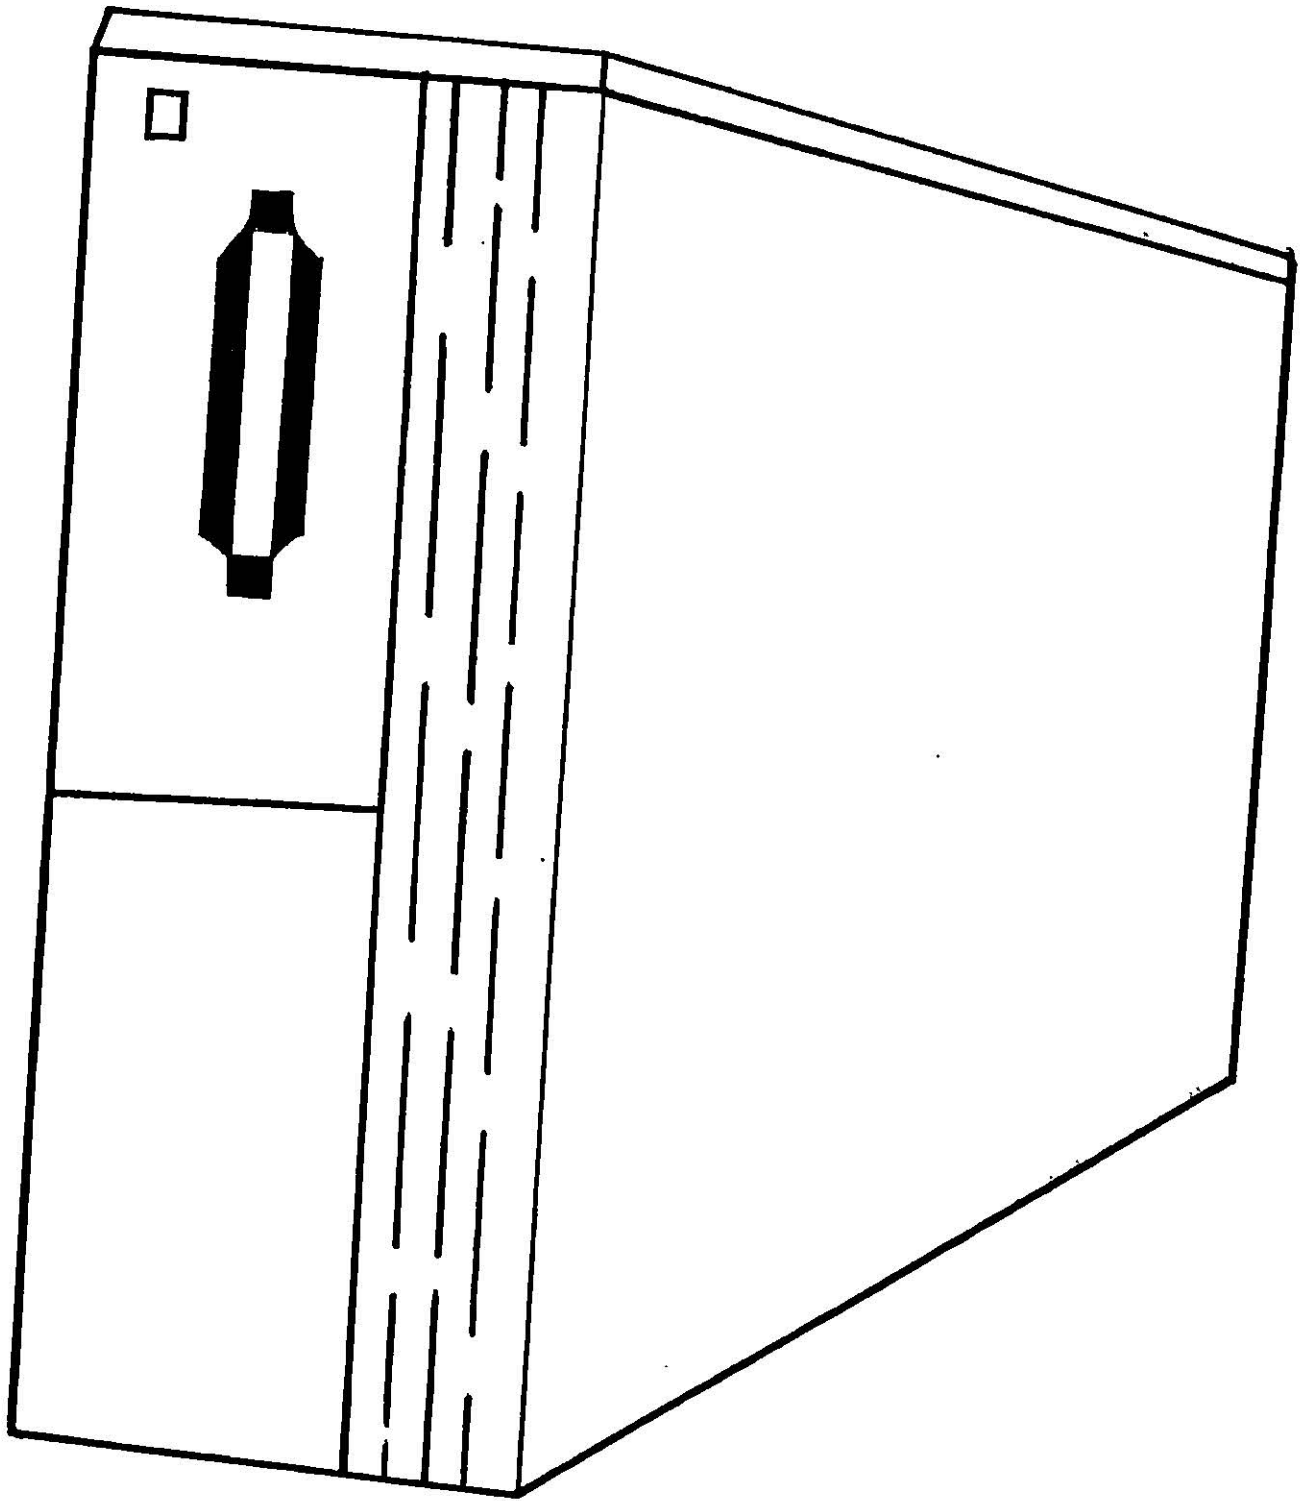

FIGURA 2
- \* Gabinete tipo torre (Figura 2): en este gabinete esta incluida la unidad lectora-grabadora para cartucho de cinta magnética.